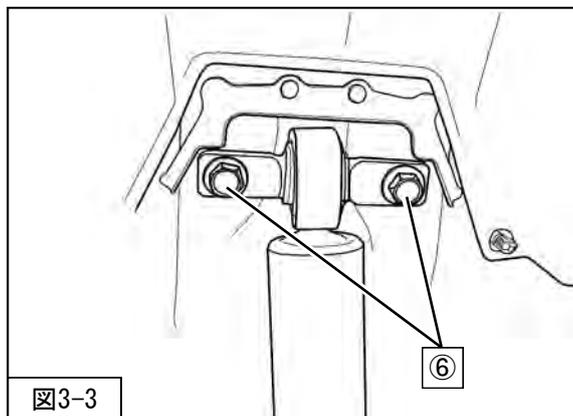

図3-3
7. ⑥リアショックアブソーバASSYアッパー取付ボルトを取外してください。(図3-3)